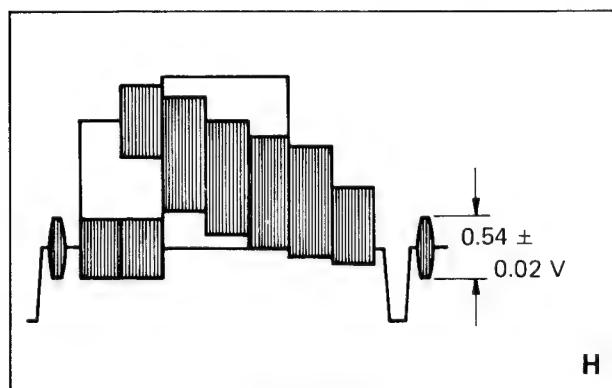

Bild 3-33
2. Tastkopf an TP 6, mit R 86 $0,54 V_{ss}$ einstellen (Bild 3-33).